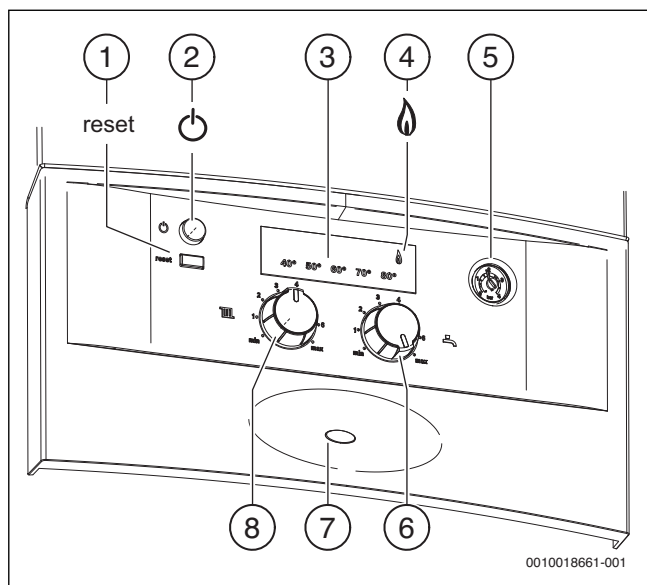

Fig. 1
- ▶ Conectar el aparato con el interruptor de conexión/desconexión (→imagen 1).
- ▶ Desconectar el aparato con el interruptor de conexión/desconexión (→imagen 1).